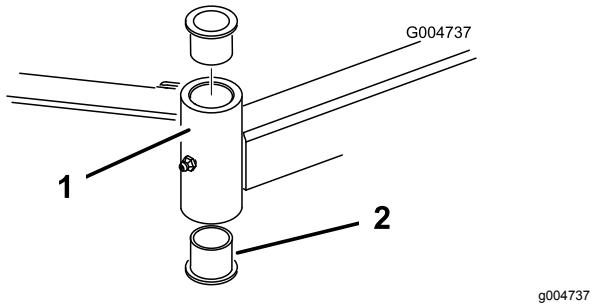

Figura 112
4. Inserite un punteruolo nella parte superiore o inferiore del tubo di fissaggio, e spingete la boccola fuori del tubo (Figura 112).